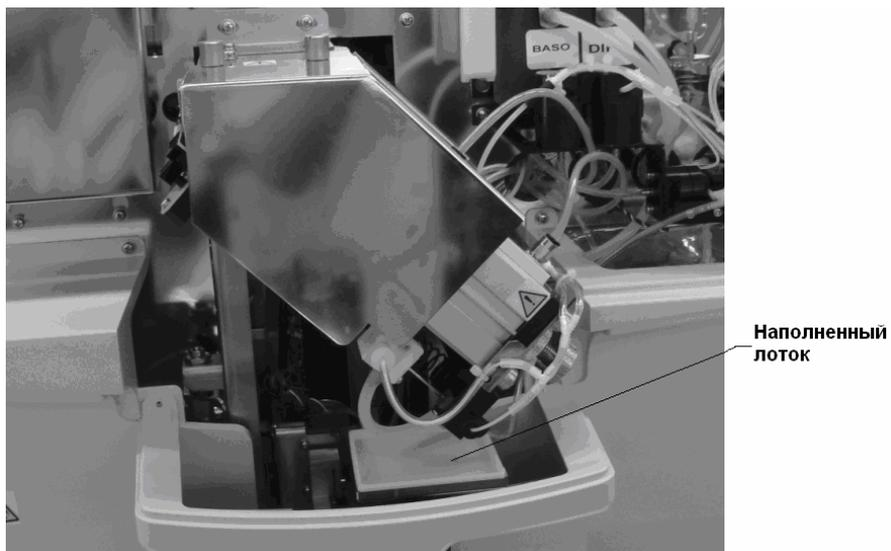

Рисунок 10-56 Лоток под блоком прокалывания
2. Через несколько минут откройте переднюю крышку анализатора, и увидите лоток (Рисунок 10-56).